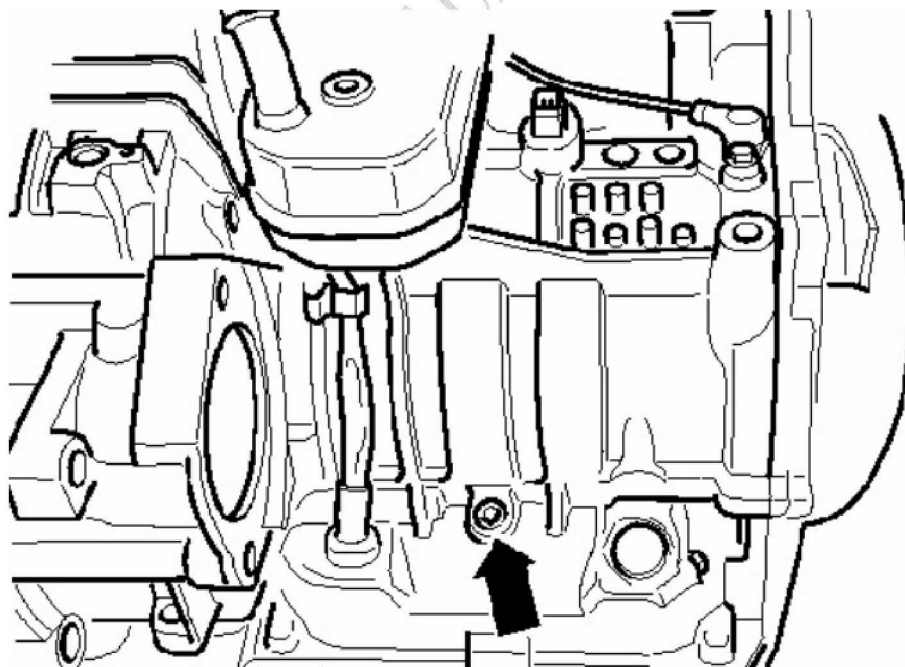

图 2
7). 从上述分析，我们通过检查油压就能够判断是机械故障还是液压故障，于是对油压进行检测，如图 2 所示：